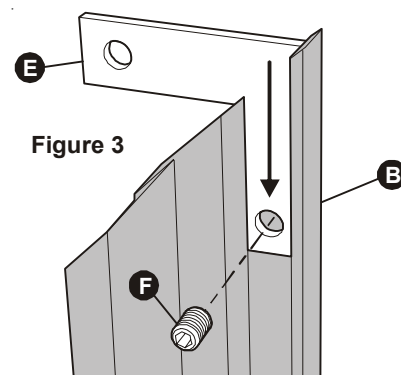

Figure 3
3. Fixez les supports (E) sur le bord incliné de chaque garniture de côté (B et C). Fixez soigneusement les supports sur les garnitures de côté en serrant les vis de réglage (F), juste assez pour éviter qu'elles s'enfoncent dans la surface de la cornière. Voyez la figure 3.